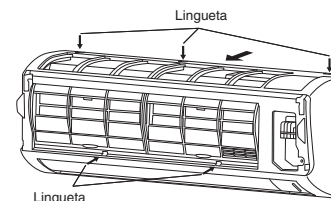

Fig. 3-42
- (3) Carregue nas 3 linguetas na parte superior da grade e nas 3 linguetas na cara frontal para separar a grade da armação. (Fig. 3-42)